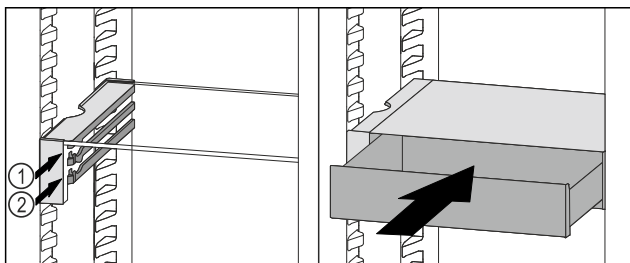

Fig. 76
- ▶ Așezați sertarul VarioSafe în spatele opritoarelor pe nervura dorită Fig. 76 (1) sau Fig. 76 (2).